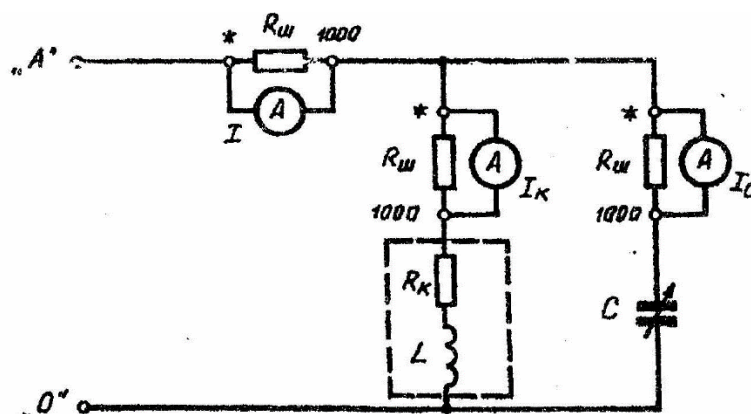

Рис. 3.1.Схема сборки цепи параллельного соединения  $R$ -,  $L$ -,  $C$ -элементов
1.1. Собрать на стенде «Уралочка» схему согласно рис.3.1, предварительно измерив омметром сопротивление катушки индуктивности  $R_K$ .